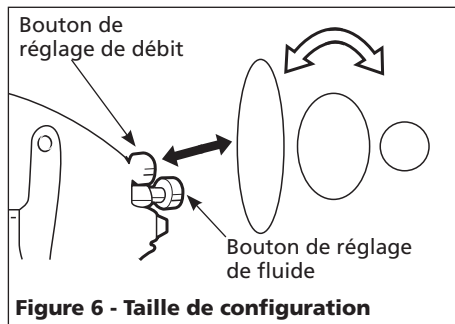

Figure 6 - Taille de configuration
- Ajuster la taille de débit à la forme désirée. Pour un plein débit, tourner le bouton de réglage de débit au sens contraire des aiguilles d'une montre. Pour une configuration ronde, tourner le bouton de réglage de débit au sens des aiguilles d'une montre (Voir Figure 6).
- Desserrer les écrous de presse-étoupe. Remplacer le presse-étoupe SEULEMENT si la fuite ne peut pas être étanchée en resserrant l'écrou. (Voir Figure 6). Ne pas trop serrer un écrou de presse-étoupe, ceci peut limiter le déplacement de l'aiguille.